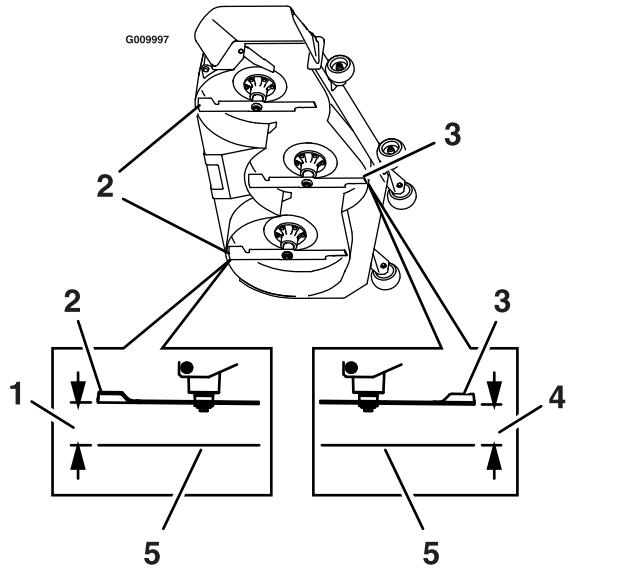

Figura 83
- Mida desde la superficie nivelada hasta la punta delantera de la cuchilla central (Figura 83).